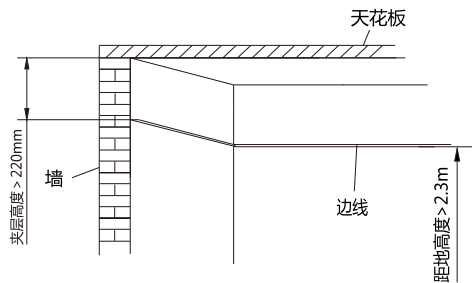

图3
2. 根据高度标记,在墙壁四周画好水平线,然后钉好与产品配套的边线。(见图3)